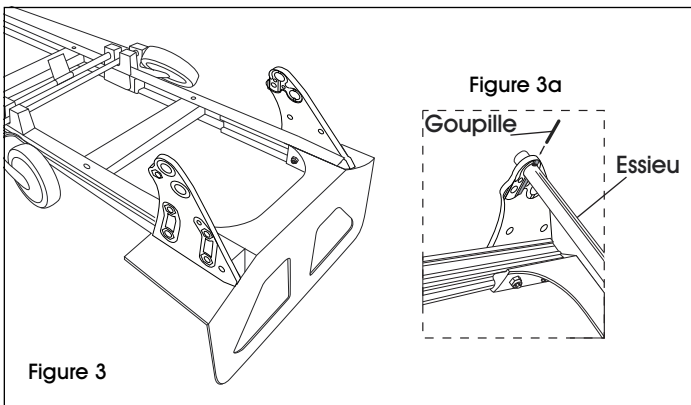

Figure 3
1. Posez le diable sur son devant de façon à ce que les supports d'essieu soient orientés vers le haut. (Voir Figure 3)